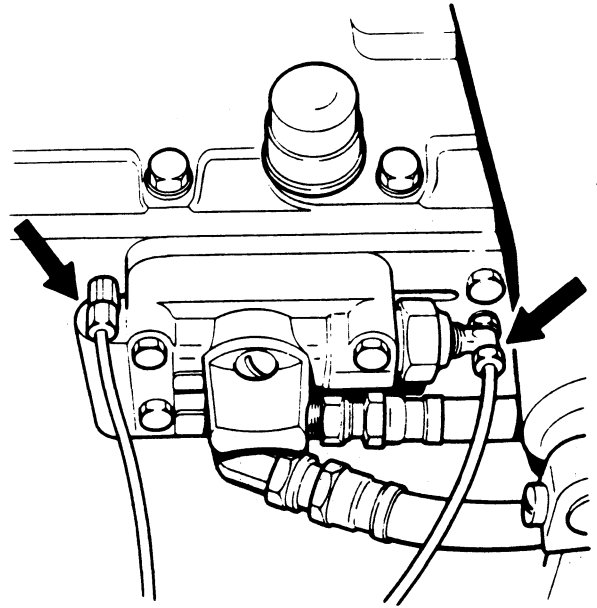
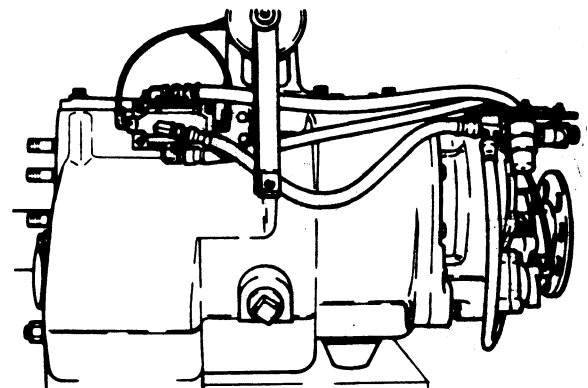

Fig. 4
Fig. 5
- Neem alle luchtslangen los van het relaisventiel van de rangebak. (Zie Fig. 4 of Fig. 5).